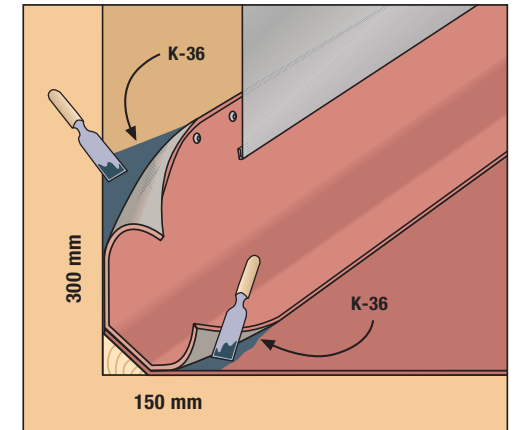

Bild 14
8. Skorsten (**bild 13**) och andra genomskärningar(**bild 14**)